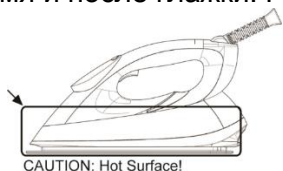

Рис. 1. Левая сторона: горячие поверхности
13. Не прикасайтесь к поверхностям, обозначенным символом , во время и после глажки! Горячая поверхность! (См. рис. 1 и 2.)